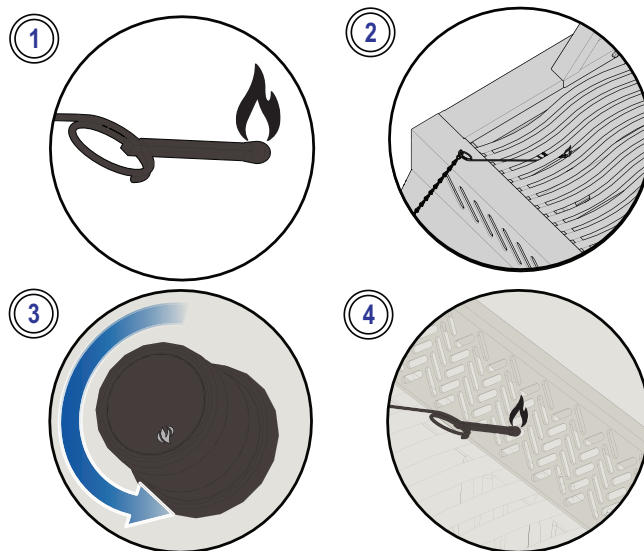

Abb. 3
3. und drehen Sie gleichzeitig den Bedienknopf für den entsprechenden Brenner hoch. **(Abb. 3).**